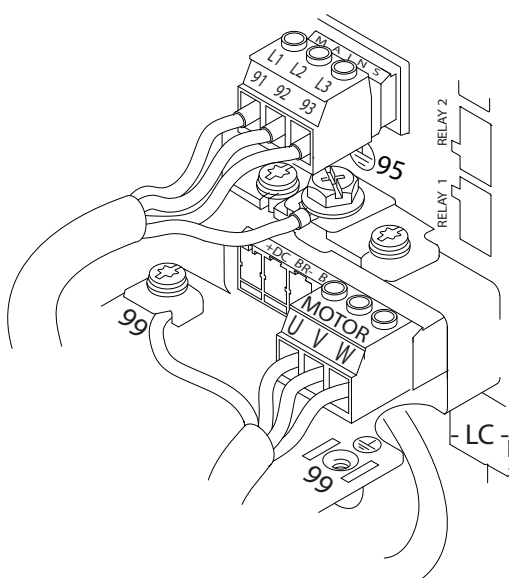

Bild 4.6 Exempel på kabeldragning för motor, nät och jordning
Bild 4.6 visar nätingången, motorn och jordningen för frekvensomformare av standardtyp. Den verkliga konfigurationen kan variera beroende på enhetstyp och tillvalsutrustning.
1. Anslut växelströmsledningar (trefas) till plint L1, L2 och L3 (se Bild 4.6).